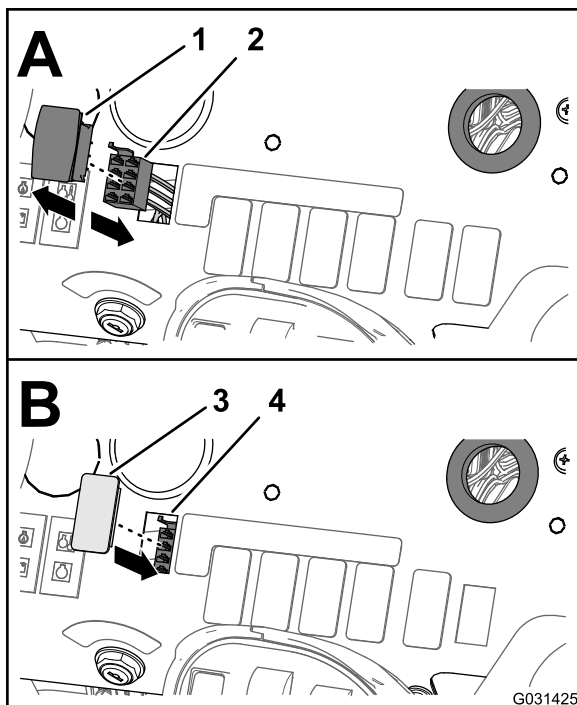

図 43
1. 機体のダッシュパネルの下で、散布レートスイッチをロックしているタブをつまんで、スイッチをダッシュパネルから押し出す 図 43。
- 機体の前ハーネスの8ソケットコネクタRATE SWITCHというラベルがついているを、スイッチの8ピンコネクタから外す 図 43。
- ダッシュパネルの穴レートスイッチを外したところに、スイッチプラグを合わせる 図 43。
- ダッシュパネルにスイッチプラグを押し込む。プラグがパチンと音を立ててはまるまで押し込む 図 43。